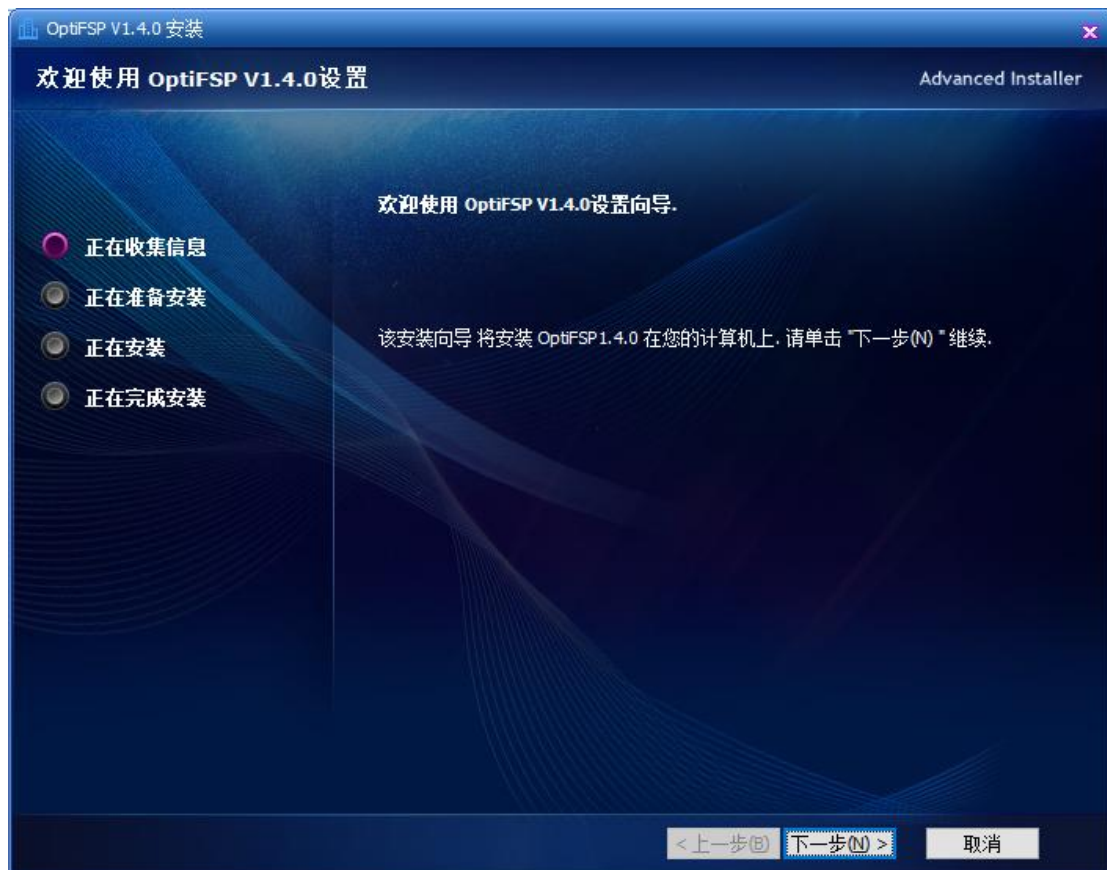

图 2.2. 安装初始化
(1) 双击 OptiFSP V1.4.0.exe 文件，进行安装，安装页面如图 2.2:
(1) 再次打开安装包运行选择修改选项，见图 2.2，图 2.6，图 2.7，图 2.8：